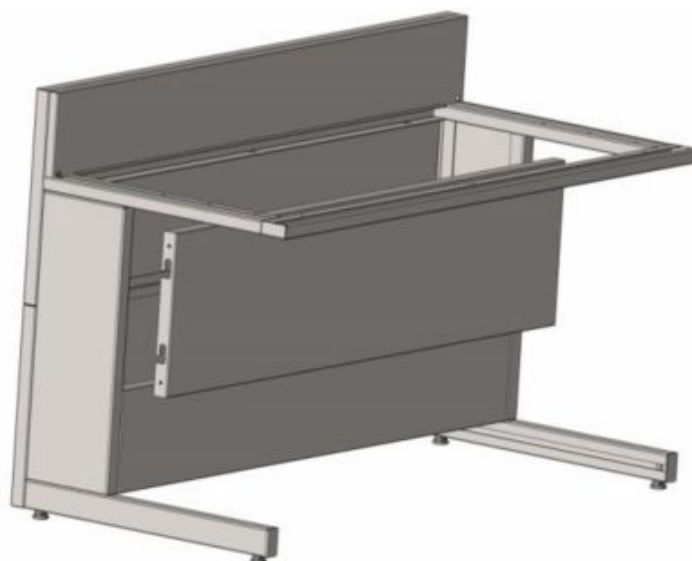

Рис. 5
4. Снять боковины панелью СЛ-Пр при помощи Болт М8х16 DIN 933, Шайба М8 DIN 125. Вкрутить в верхнюю часть боковин Болты М8х14 DIN 912 мм и повесить на них съёмную панель (Рис. 5)